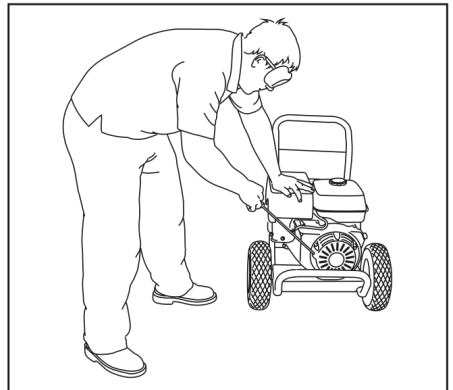

Fig. 22
l. Al arrancar el motor, colóquese como se recomienda en la Fig. 22, sostenga el asa de arranque y tire lentamente hasta que sienta alguna resistencia. Entonces tira rápidamente para arrancar el motor.